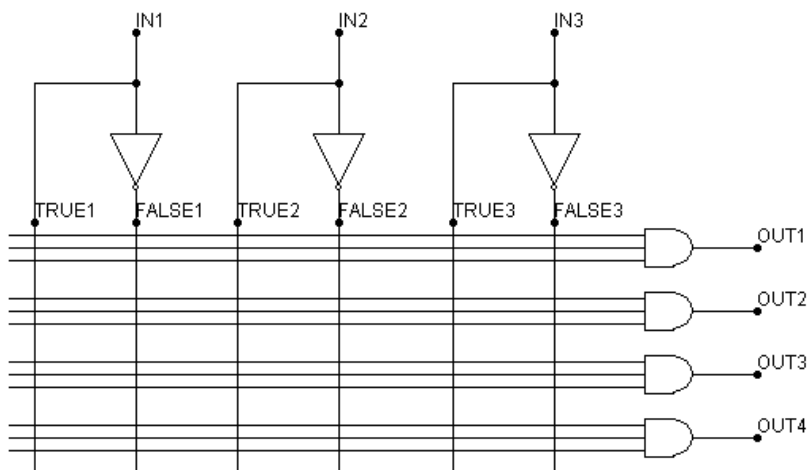

Рис. 13.13 – Программируемая логическая матрица PLANDC 3X4
ходов, которые формируют ряды. Каждый выход (ряд) — это вентиль, входы которого выбираются входными сигналами (столбцами), как показано на рис. 13.13. Устройство программируется выбором входов, которые будут являться частью выходного вентиля. Тип выходного вентиля определяется типом программируемой матрицы. Матрица PLNAND имеет выходные вентили И-НЕ (NAND), PLOR — ИЛИ (OR). Компонент PLA обеспечивает программируемую сердцевину для моделирования реальных выпускаемых промышленностью приборов с программируемой логикой.
Матрицы с прямыми и инверсными входами TRUE&COMPLEMENT (PLANDC, PLORC, PLNANDC, PLNORC, PLXORC, PLNXORC). Программируются подобным же образом, только с чередованием прямого и инверсного входов (см. рис. 13.13), причем бит для инверсного входа помещается после бита для прямого входа. По нулевому адресу таблицы помещается первый прямой вход подсоединенный «1» (или нет «0») к первому выходному вентилю. По следующему адресу помещается первый инверсный вход подсоединенный «1» (или нет «0») ко входу первого выходного вентиля. Затем второй прямой вход подсоединенный (или нет) к первому выходному вентилю и так далее до тех пор, пока все входы (прямые и инверсные) для первого выходного вентиля не будут описаны. Затем процесс описания повторяется для второго выходного вентиля и так до тех пор, пока последний выходной вентиль не будет запрограммирован.